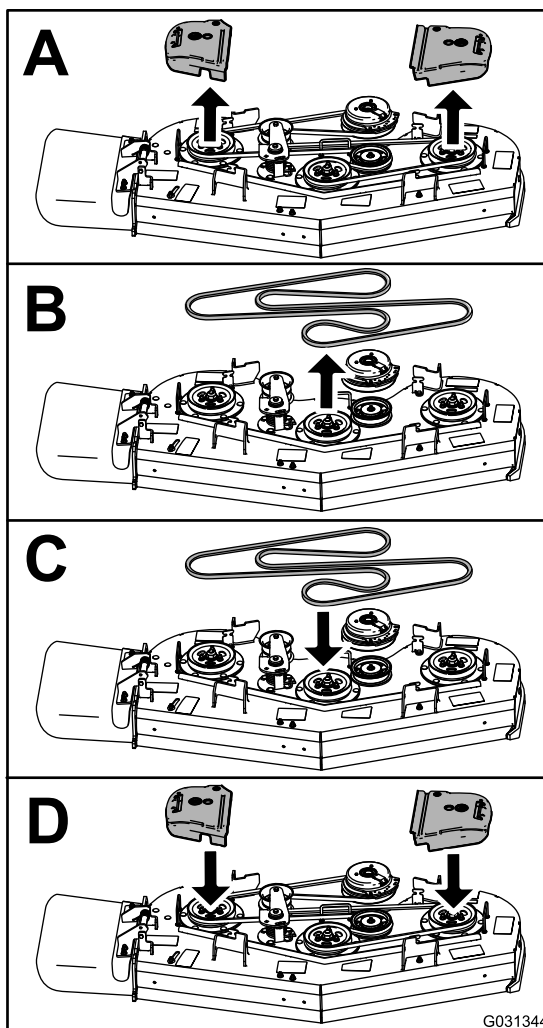

Figure 64
3. Remplacez la courroie comme montré à la Figure 64.